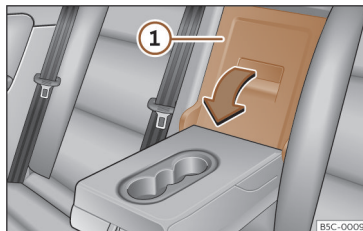

Fig. 192 No encosto do banco traseiro: abertura da tampa.
- Puxe a alavanca de desbloqueio no sentido da seta e rebata completamente a tampa >>> **Fig. 192** ① para a frente.